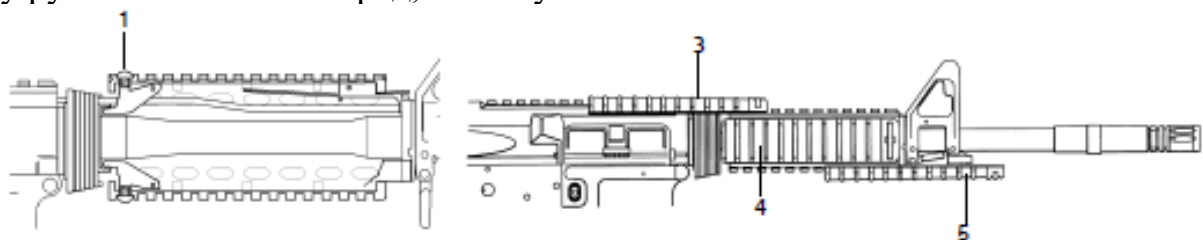

Рисунок 1.11.
Щоб зняти захист рук із RAS (рисунок 1.11.), натисніть на пружинний фіксатор (2) і посуньте верхній та нижній захист рук з напрямної. Верхній захист руки (3) знімається у зворотному напрямку; бічна (4) і нижня (5) захисту руки знімаються вперед, повз мушку .